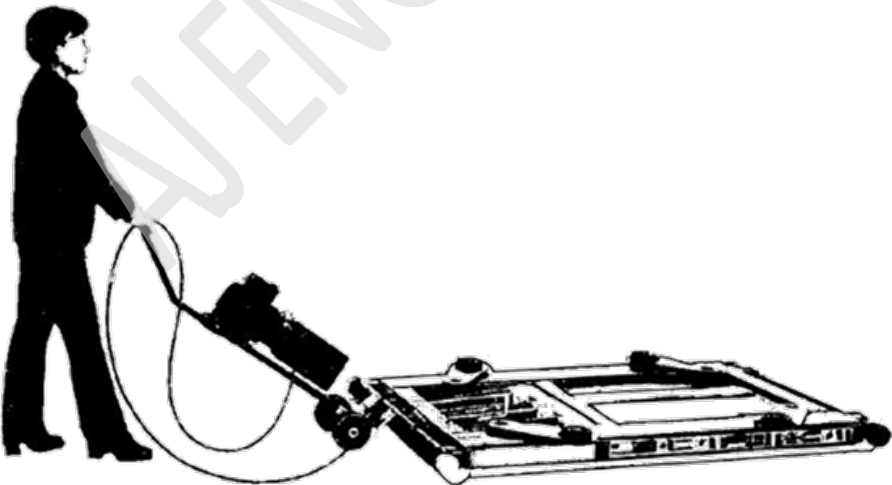

fig 4
3. Tilslut pumpestativet til liften, før liften forlader gulvet. (Som vist på fig. 4).